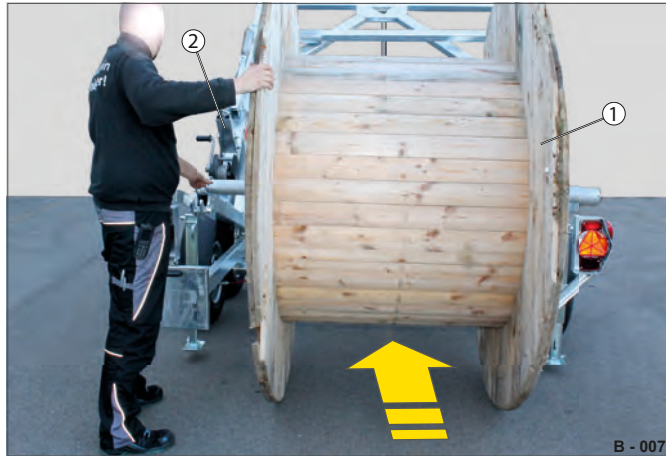

Fig. 10 Kabeltromlen bringes hen til anhængerens
- ▶ Anbring kabeltromlen (Fig. 10 /1) i midten i forhold til tromlestativet (Fig. 10 /2).